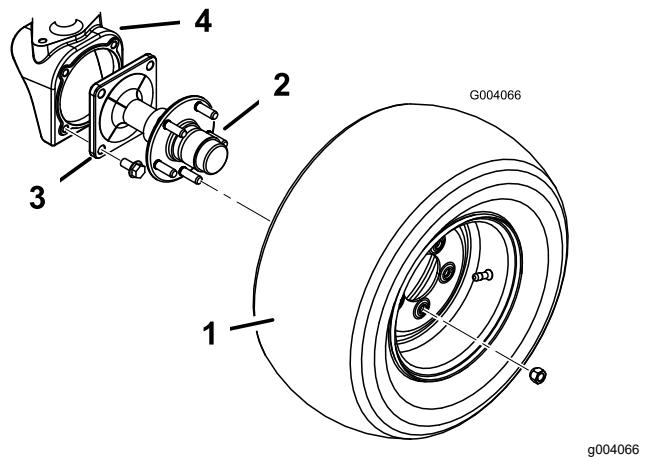

Figura 1
- Retire los 4 pernos con arandela prensada que sujetan cada mangueta al alojamiento del motor de rueda (Figura 1). Retire las manguetas. No es necesario desmontar el cubo de la mangueta.
- Retire las 5 tuercas que sujetan cada neumático trasero al cubo de la mangueta (Figura 1). Retire los neumáticos.